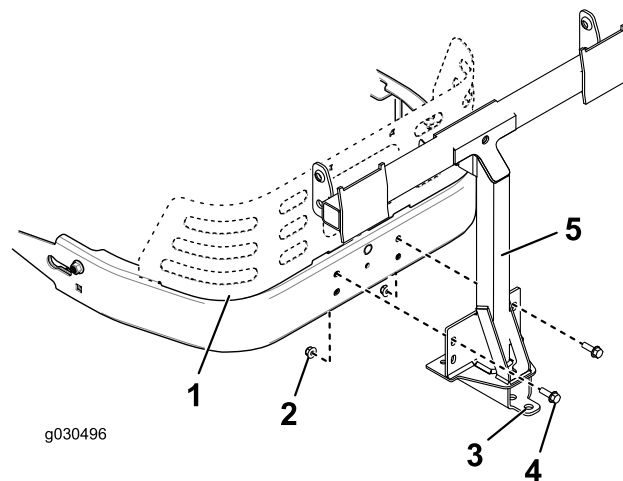

Figura 15
1. Instale el bastidor de pivote en el bastidor de la máquina según se muestra en Figura 15. Sujete el bastidor de pivote usando 2 pernos (5/16" x 1") y 2 contratuercas (5/16").